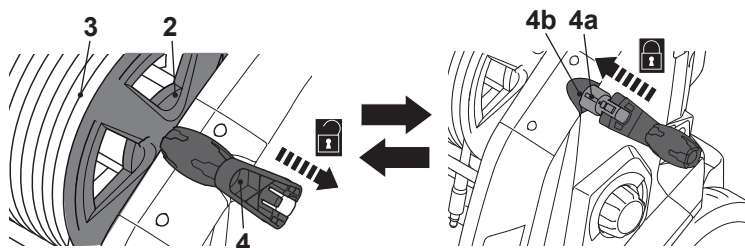

Fig. 16
1. Scoateți mânerul de înfășurare k (4) din carcasă și defaceți-l pentru a debloca tamburul furtunului (2) și el însuși (Fig. 16).
2. Scoateți furtunul de presiune (3) de pe tamburul furtunului (2) pentru utilizare.
3. Rotiți mânerul de înfășurare k (4) în sensul acelor de ceasornic pentru a înfășura complet furtunul de presiune (3) pentru depozitare. Eliberați presiunea din furtun înainte de înfășurarea completă a furtunului: opriți produsul folosind discul de control și apăsați declanșatorul pistolului până când este eliberată presiunea.